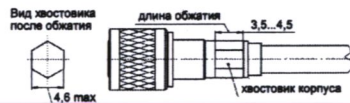

Рисунок 11
4.3 Вставить хвостовик корпуса в окно «В» матрицы, предварительно установленной в обжимные клещи на длину (3,5-4,5) мм (рисунок 11).